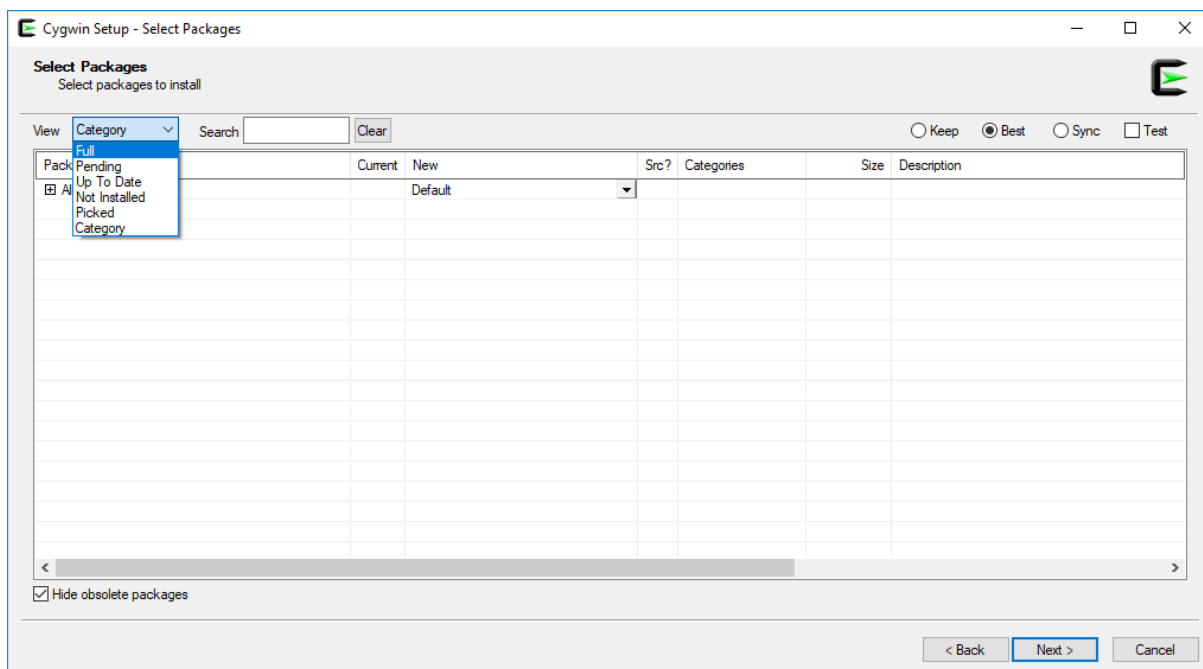

Figura 104. Ventana de selección de Paquetes
3. Después de varios pasos, llegará a la ventana de selección de paquetes (Figura 104). En las categorías de paquetes seleccione Full, como se muestra en la Figura 104.